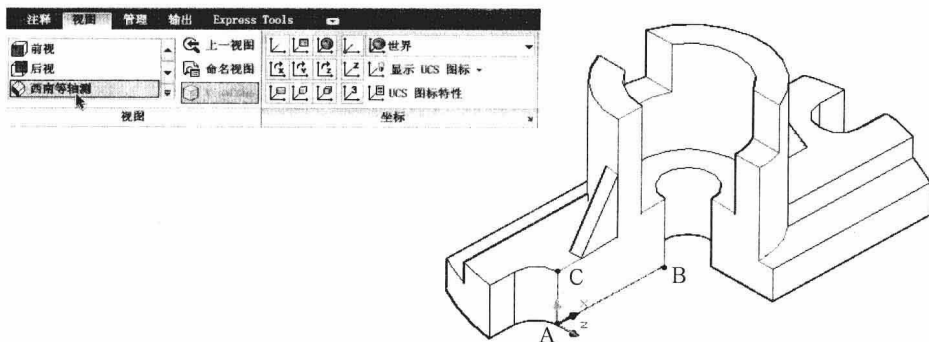

图 11-2-21
(1) 单击“视图”选项卡，在“选项板”面板中单击“图层特性”按钮, 打开“图层特性管理器”选项板，双击“填充图案”图层，将其设置为当前层。关闭“图层特性管理器”选项板。
(2) 单击“视图”选项卡，在“视图”面板中，选择“西南等轴测”，在“坐标”面板中，单击“三点”按钮, 依次捕捉并单击 A、B、C 三点，使用这三个点定义新的用户坐标系，如图 11-2-21 所示。这样就可以在新的用户坐标系 XY 平面上填充图案了。